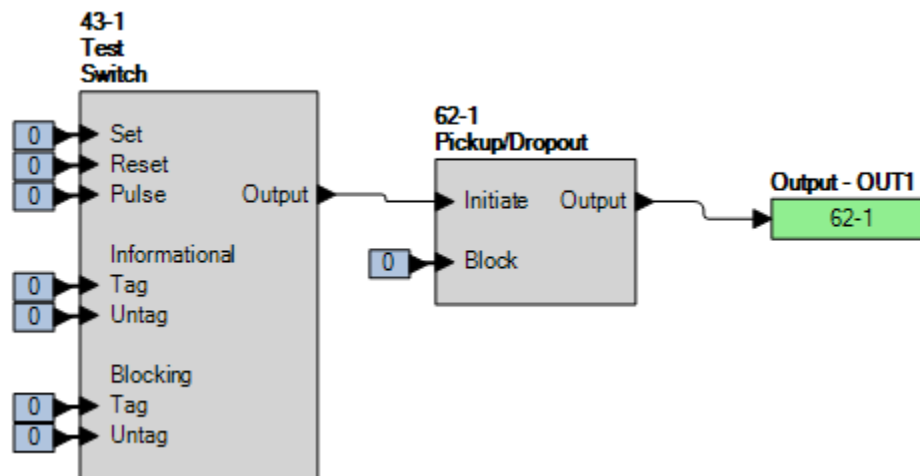

Figure 85-1. Paramètres BESTLogicPlus
Étape 2 : Utilisez BESTCOMSPi^{us} pour configurer la Logique programmable BESTLogicPi^{us} illustrée dans la Figure 85-1.
Étape 1 : Utilisez BESTCOMSPi+ pour transmettre les paramètres de fonctionnement du Tableau 85-2 au BE1-11g. Maintenez les paramètres logiques indiqués dans la Figure 85-1.
Étape 1 : Utilisez BESTCOMSPi_{us} pour transmettre les paramètres de fonctionnement du Tableau 85-3 au BE1-11g. Maintenez les paramètres logiques indiqués dans la Figure 85-1.
Étape 1 : Utilisez BESTCOMSPi+ pour transmettre les paramètres de fonctionnement du Tableau 85-4 au BE1-11g. Maintenez les paramètres logiques indiqués dans la Figure 85-1.